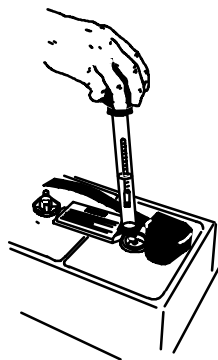

FIG. 42
1. Vérifiez la densité spécifique à l'aide d'un hydromètre, pour déterminer le niveau de charge et l'état des batteries (Figure 42). Si un ou plusieurs des éléments des batteries est (sont) plus faible(s) que les autres éléments des batteries (de 0,050 ou plus), cela signifie que l'élément (les éléments) est (sont) endommagé(s), que sa (leur) capacité est réduite ou qu'il(s) va (vont) bientôt tomber en panne. Comparez les mesures hydrométriques avec le tableau suivant pour déterminer le niveau de charge.